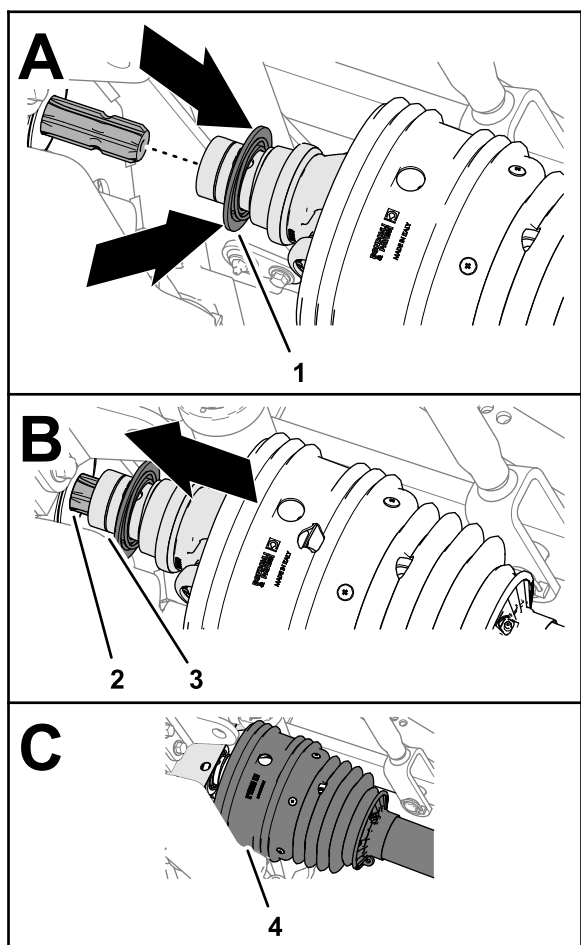

Рисунок 27
3. Оттяните назад запорное кольцо хвостовика карданного вала (Рисунок 27).
4. Оттягивая назад запорное кольцо, нажмите на хвостовик карданного вала вперед и наденьте гнездо хвостовика карданного вала на шлицы хвостовика вала отбора мощности (Рисунок 27).
6. Проследите, чтобы щиток был расположен поверх хвостовика приводного вала (Рисунок 27).